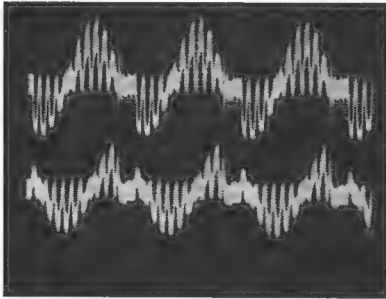

Abb. 3
Der Meßaufbau erfolgt nach dem Blockschaltbild Abb. 2. Die Tastköpfe der beiden Kanäle werden an den Demodulatorausgängen R-Y und B-Y (Oszillogrammpunkte ⑬ und ⑭ des Schaltbildes) angeschlossen. Der Oszillograf wird extern aus dem Hochspannungskäfig synchronisiert und mit der halben Zeilenfrequenz abgelenkt. Die Schaltfrequenz des Zweistrahladapters wird auf die niedrige Umschaltfrequenz eingestellt. Die Eingangsspannungsteiler der beiden Kanäle und die des Oszillografen werden so eingestellt, daß beide Oszillogramme groß genug auf dem Oszillografenschirm abgebildet werden. (Abb. 3)